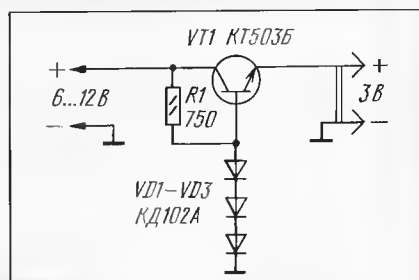

Рис. 5
**Стабилизатор напряжения.** Владельцы микроприемников, аккумулятор которых требует подзарядки напряжением 3 В, могут собрать простейший стабилизатор (рис. 5). Он способен работать при входном напряжении от 6 до 12 В и отдавать в нагрузку ток до 30 мА.